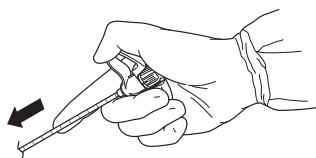

Figura 1 - Insira o conjunto de cânula de acesso/estilete
2. Sob orientação fluoroscópica, insira o conjunto de cânula de acesso/estilete no local cirúrgico (figura 1).